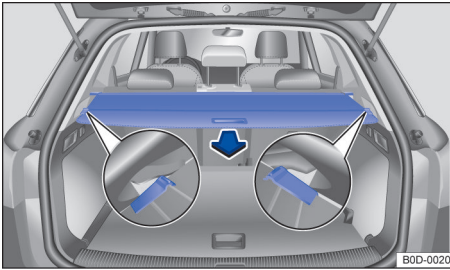

图 116 行李箱内：已打开的行李箱遮物帘
- 抓住把手 → 图 116，向后拉动遮物帘使遮物帘两侧挂入行李箱饰板上的固定槽中。
- 抓住把手，略微拉动遮物帘，使遮物帘两侧从行李箱饰板上的固定槽中脱出 → 图 116，并将其慢慢收卷。